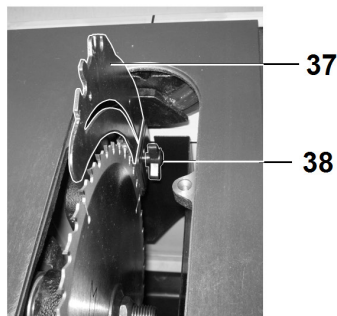

Рис. 18
расклинователь (37) в верхнее положение и закрепите его винтом (38), Рис.18.
9.5. Расклинователь (Рис. 18)